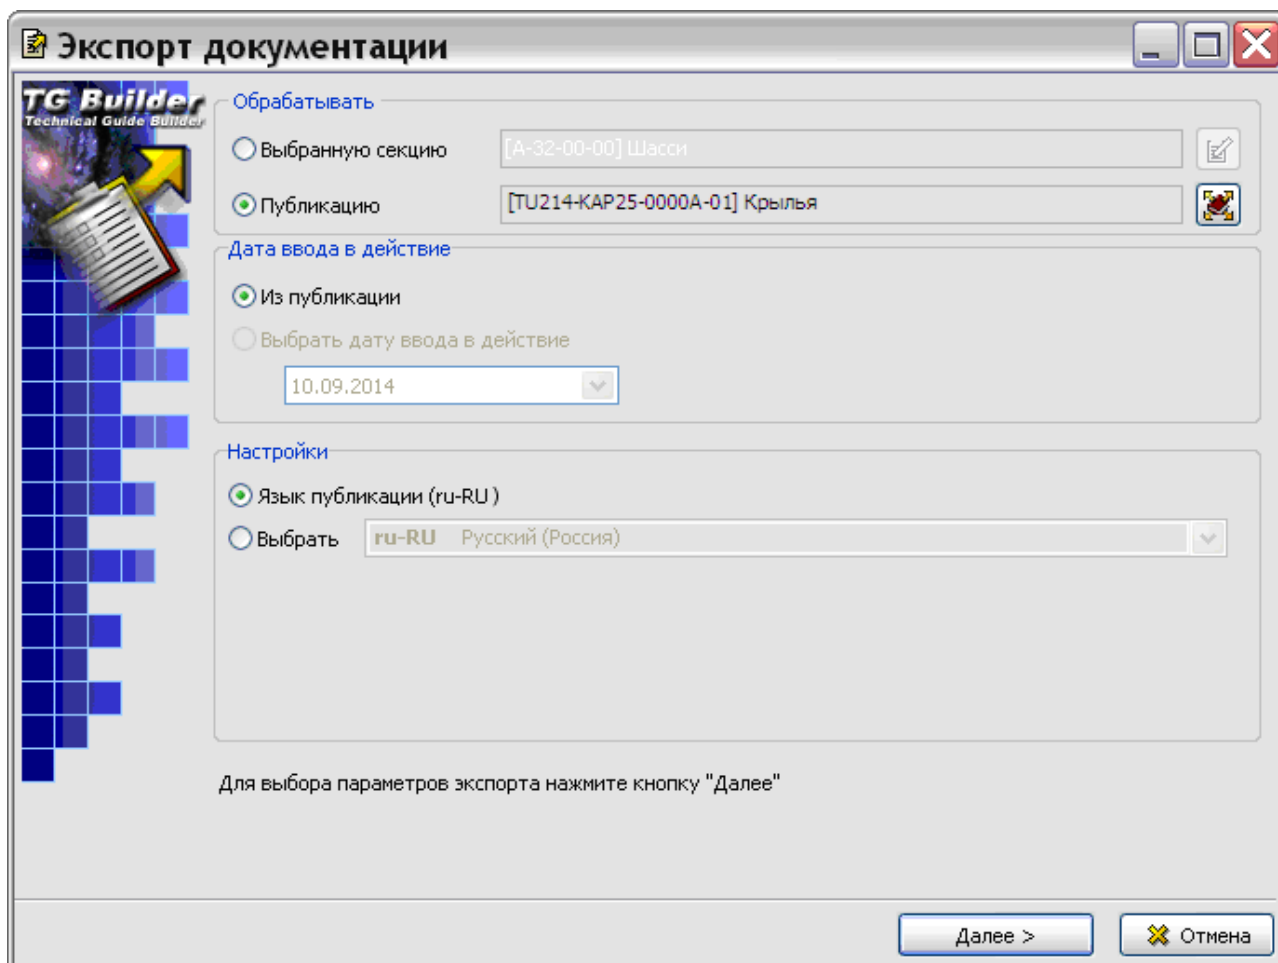

Рис. 24.26. Выбор публикации для экспорта
2. В окне **Экспорт документации** выберите публикацию (Рис. 24.26).